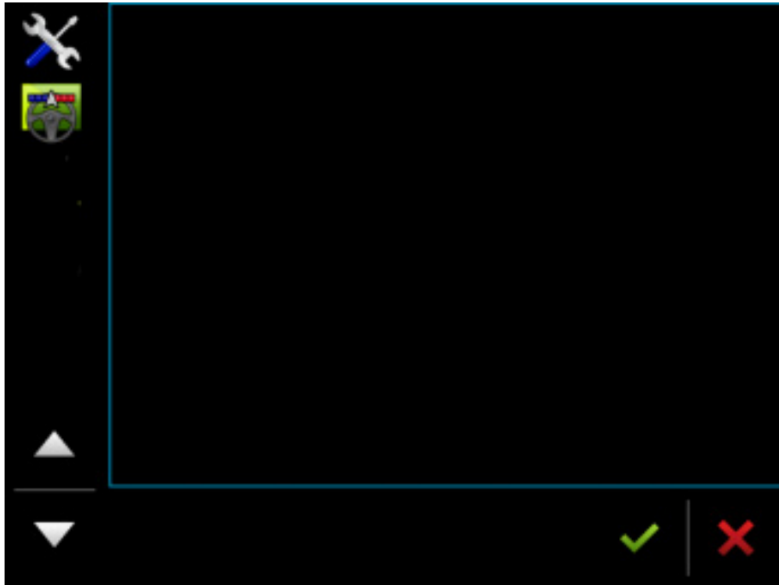

Рисунок 1.9 – Экран терминала
1. Включить терминал  (рисунок 1.9).